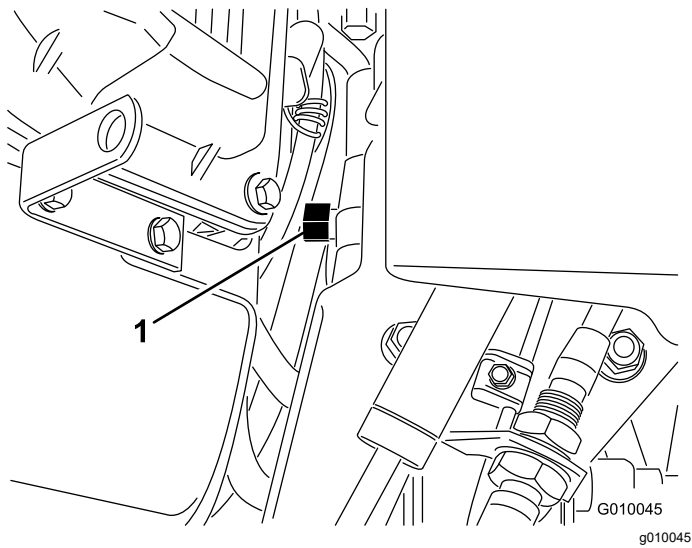

图 31
- 找到发动机与静液压泵之间的旁通阀 图 31。
- 使用 16mm 扳手将旁通阀逆时针旋转 1 圈。这样可以让液压油从泵旁通过令车轮可以转动 图 31。
5. 要再次操作机器请将旁通阀顺时针旋转 1 圈图 31。